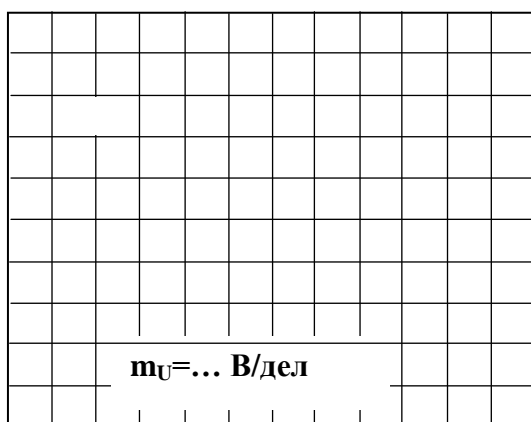
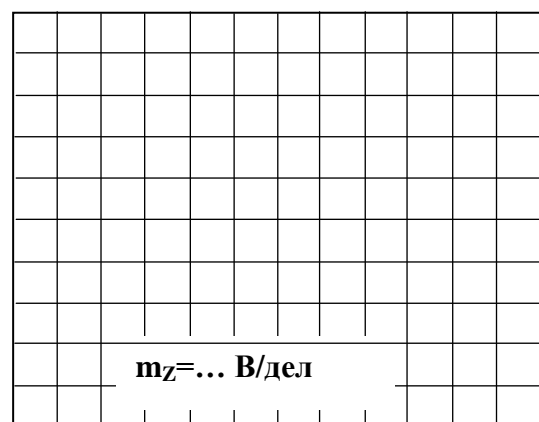

Рисунок 8
Рисунок 9
1.3. Выберите масштабы и постройте векторную диаграмму напряжений (рис. 8) и треугольник сопротивлений (рис. 9).